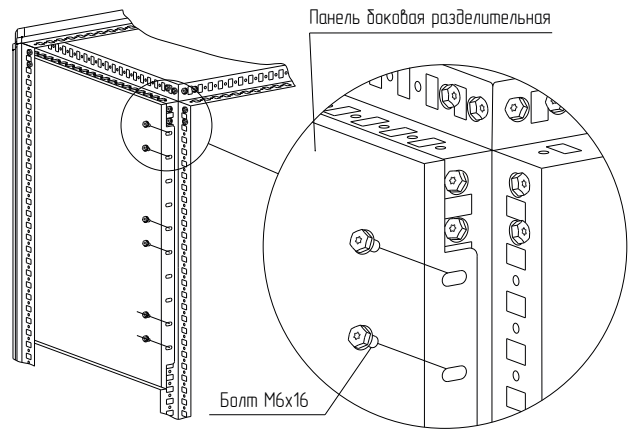

Рисунок 18
4.8.2 Установите панель боковую разделительную между стоек 1 профиля на нужной высоте и закрепите болтами М6×16 (рисунок 18). Момент затяжки – 7 Н·м. Болты приобретаются отдельно.